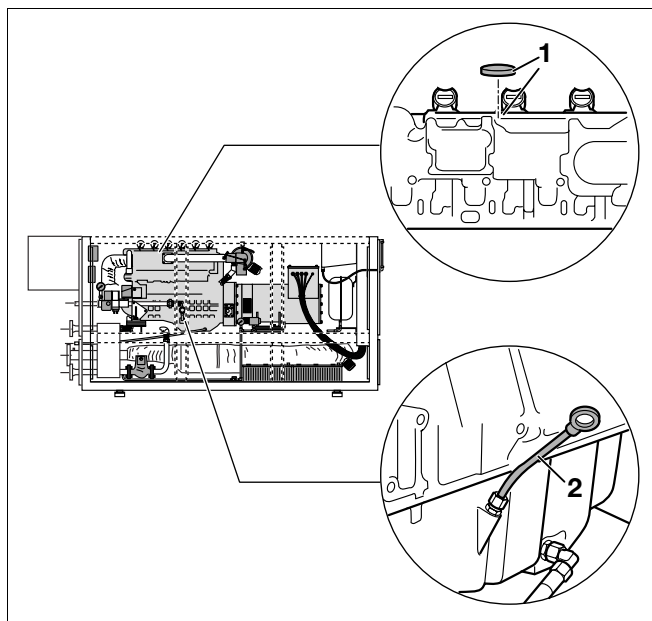

Рис. 16 Штуцер для залива смазочного масла на крышке головки блока цилиндров и щуп для измерения уровня масла (пример: Loganova E 1306 DN-100)
- Залить смазочное моторное масло через штуцер для наполнения на головке блока цилиндров (рис. 16, поз. 1).
- Контроль уровня масла: щуп для измерения уровня масла (рис. 16, поз. 2)
щуп для измерения уровня масла (рис. 16 на странице 24, **поз. 2**)